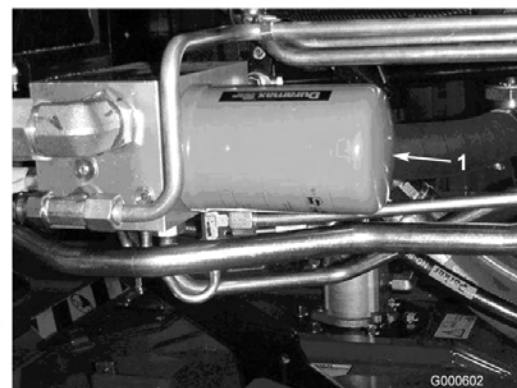

Bild 55
2. Reinigen Sie den Anbaubereich des Filters. Stellen Sie ein Auffanggefäß unter den Filter (Bild 54 und Bild 55) und entfernen diesen.